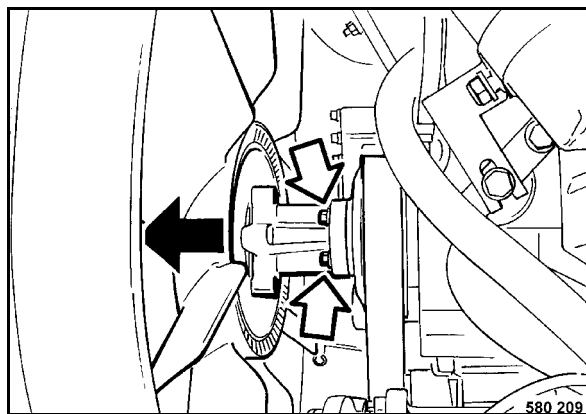

Fig. 131
- Desenroscar los tornillos de fijación (Fig. 131) y empujar el ventilador hacia delante.